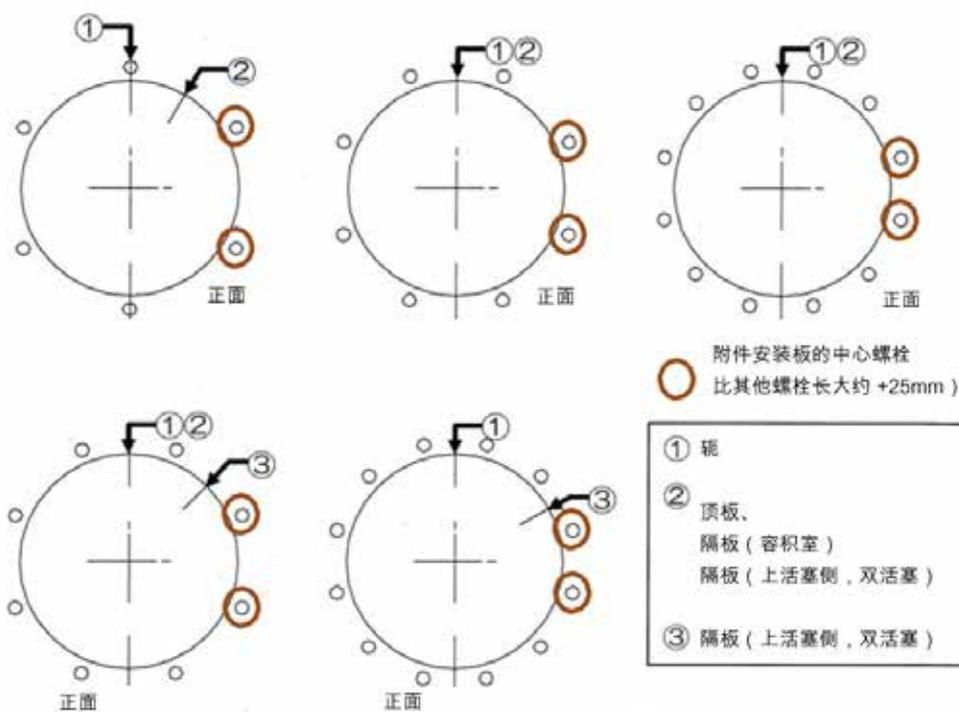

图 18 - 中心螺栓定位
15. 确保空气连接的位置正确。将中心螺栓插入到顶板和轭的孔中。安装弹簧垫圈和螺母并用手稍微拧紧。用手将弹簧垫圈和螺母安装到轭的底侧。确保附件安装板 (如果配备) 中心螺栓 (大约比其他螺栓长 +25 mm) 的位置符合图 18。